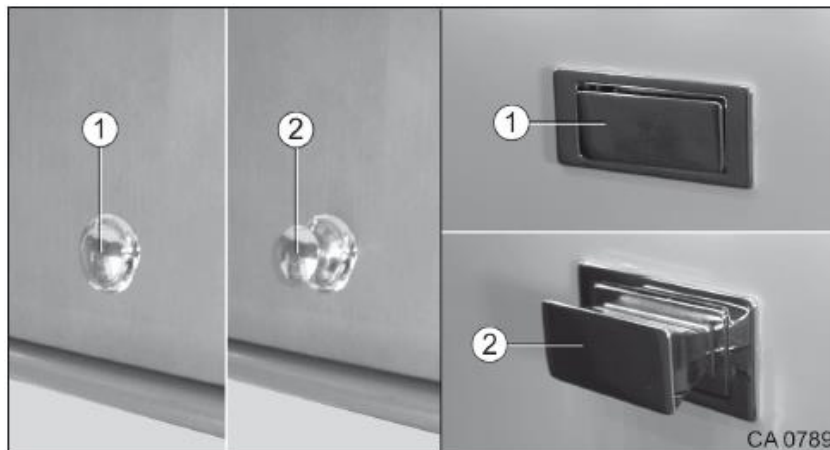

Fig. 102 Fermeture push-lock fermée/ouverte
1. Pousser sur la fermeture push-lock pour l'ouvrir (Fig. 102/2) ou la fermer (Fig. 102/1).